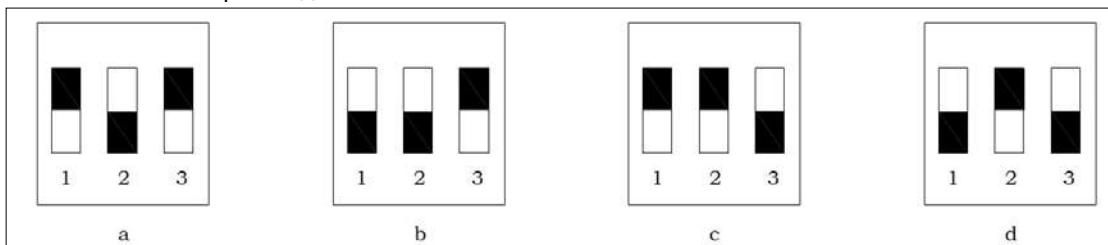

Рисунок 3.11.3А – «красные» настройки регулятора
- (1) Вращайте ручку GAIN (УСИЛЕНИЕ) по ч.с., до возникновения нестабильности в работе двигателя, затем постепенно вращайте ручку в обратную сторону до возвращения к стабильному режиму работы. Для безопасности поверните ручку против часовой стрелки еще на одно деление
- (2) Вращайте ручку STABILITY (УСТОЙЧИВОСТЬ) по ч.с., до возникновения нестабильности в работе двигателя, затем постепенно вращайте ручку в обратную сторону до возвращения к стабильному режиму работы. Для безопасности поверните ручку против часовой стрелки еще на одно деление.
- (3) Возможно, что потребуется дополнительная регулировка данных ручек после того, как двигатель начнет работать под нагрузкой. Обычно, настройки регулятора на холостом ходу позволяют добиться удовлетворительных результатов. Для настройки регулятора можно использовать самописец с диаграммной лентой.
- ◆ Если вышеописанными действиями выйти на стабильный режим работы двигателя не получилось, следует производить настройку при 4 различных настройках (см. рис. 3.11.3А): а: RSW-1, RSW-3 = ВКЛ; RSW-2 = ВЫКЛ;